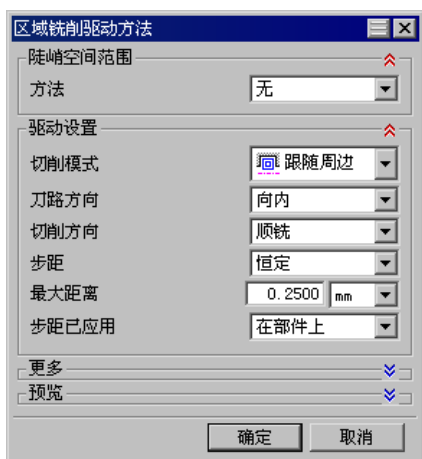

图 17.17 “区域铣削驱动方法”对话框
Step2. 在“区域铣削驱动方法”对话框中设置图 17.17 所示的参数, 然后单击 **确定** 按钮, 系统返回到“轮廓区域”对话框。